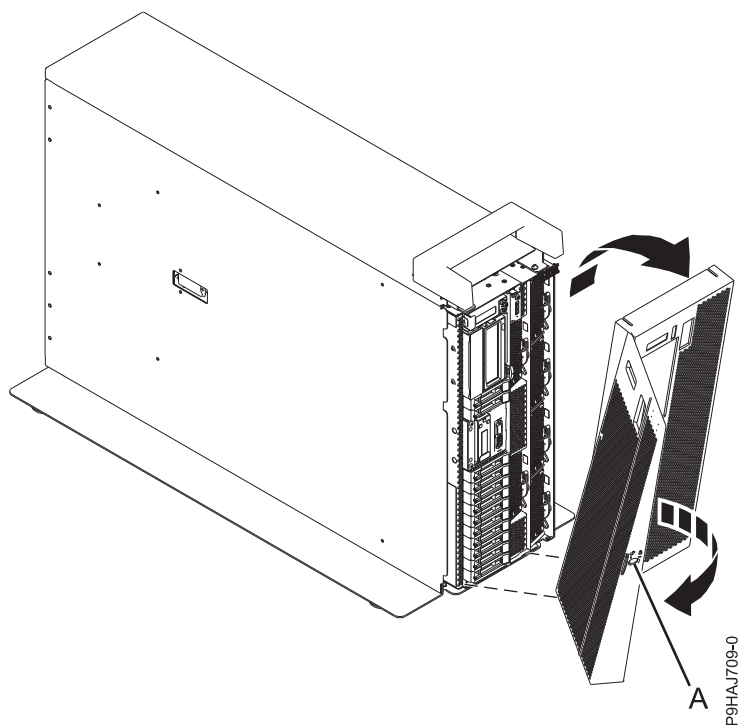

Figura 41. Extracción de la cubierta frontal
4. Tire de la cubierta para extraerla del sistema, tal como se muestra en la Figura 41. La cubierta tiene una hendidura que le permite sujetarla más fácilmente.